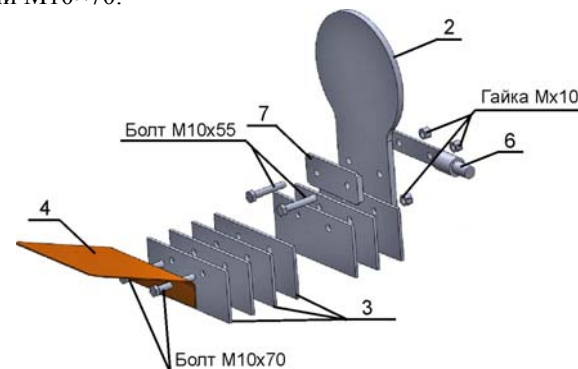

Рис.2. Схема сборки языка с противовесом и сигнальным флажком.
6.3. Установить на язык мишени 2 ось 6 и прижим 7 в соответствии с рис. 2 и стянуть их болтами М10 \times 55.
6.4. Установить на язык мишени 2, противовес 3 и флажок 4 в соответствии с рис. 2 и стянуть их болтами М10 \times 70.